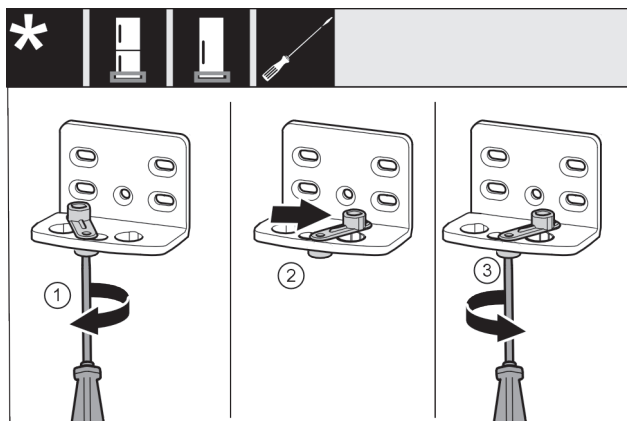

Fig. 14
- Lironi plotësisht vidën Fig. 14 (1) me një kaçavidë.
- Ngrini lart ndihmën e mbylljes së derës Fig. 14 (2) dhe rrotullojeni brenda vrimës me 90° nga e djathta.
- Mbërtheni fort vidën Fig. 14 (3) me kaçavidë.